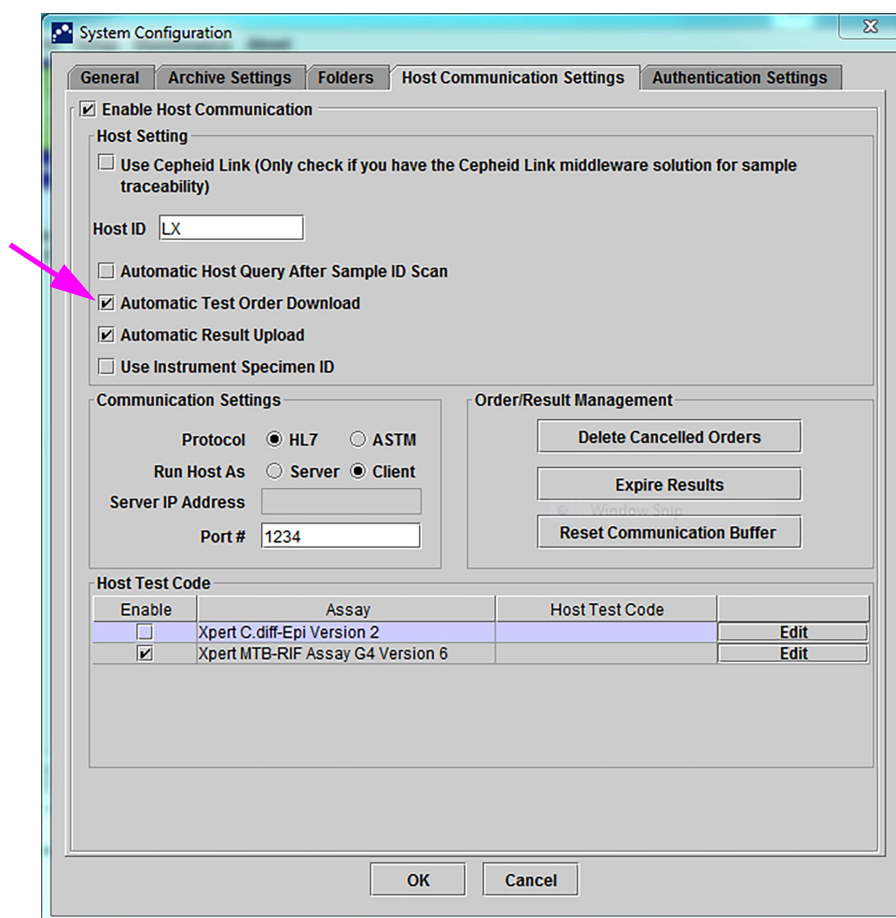

Figura 5-93. Descărcare automată comandă de testare selectată
1. În fila **Setări comunicare cu gazda (Host Communication Settings)** din caseta de dialog Configurare sistem (System Configuration), faceți clic pe caseta de selectare **Descărcare automată comandă de testare (Automatic Test Order Download)** pentru a selecta și activa această funcție. Consultați Figura 5-93.